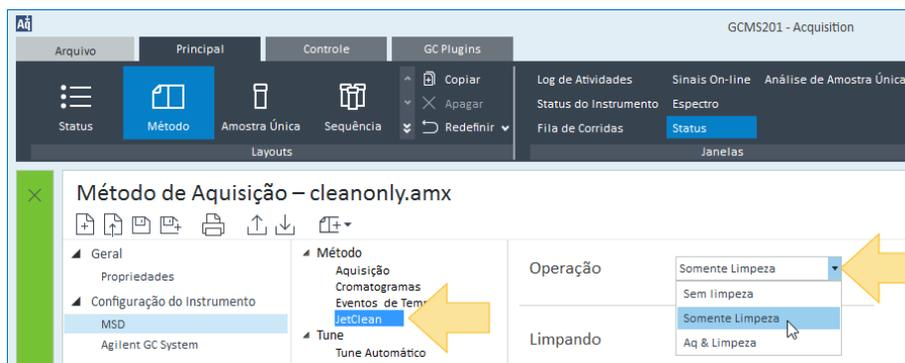

Figura 11 Método Somente Limpeza do JetClean
- 3 Clique em **JetClean** e, no menu suspenso **Operação**, selecione **Somente Limpeza**. Essa opção não estará disponível se seu MSD não estiver configurado para um controlador a gás JetClean. (Consulte Figura 11.)